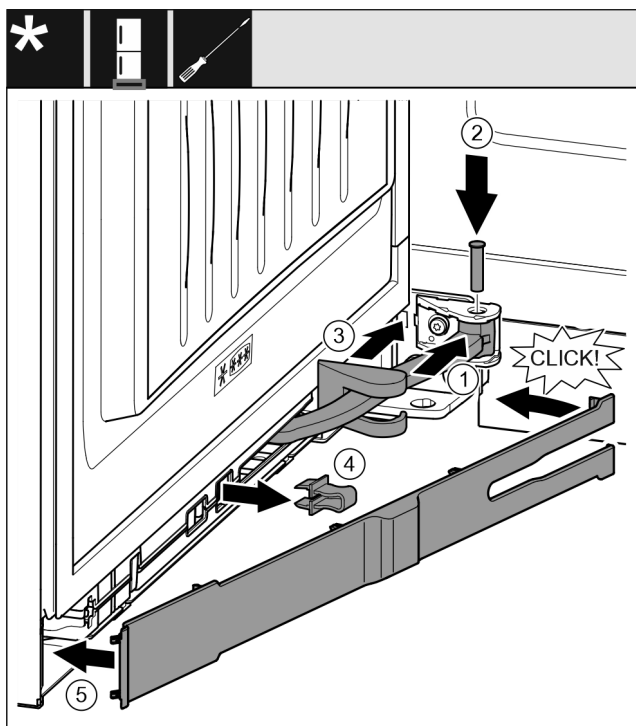

Fig. 69
- ▶ 将铰链 Fig. 69 (1) 旋转至悬挂装置。
- ▶ 用螺丝刀将螺栓 Fig. 69 (2) 插入悬挂装置和铰链。同时注意止动凸轮需正确地位于凹槽中。
- ▶ 沿着铰链推动托架盖 Fig. 69 (3)，并将其安装到悬挂装置上。
- ▶ 取下保险装置 Fig. 69 (4)。
- ▶ 将隔板 Fig. 69 (5) 放上并转入把手侧。